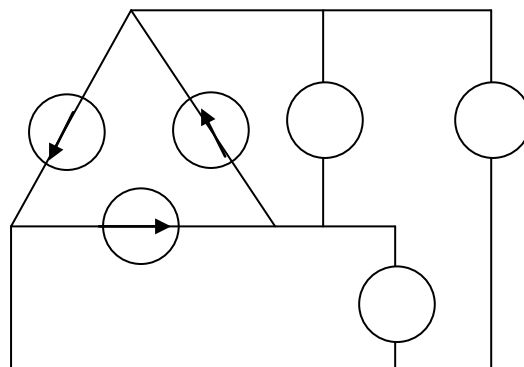

Рис.11.1.Схемы соединения источников
2. Собрать электрические схемы по рис.11.1, предварительно замерив напряжения каждой фазы. Произвести замер линейных напряжений в схемах.